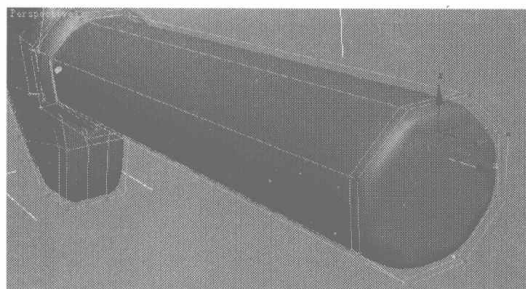
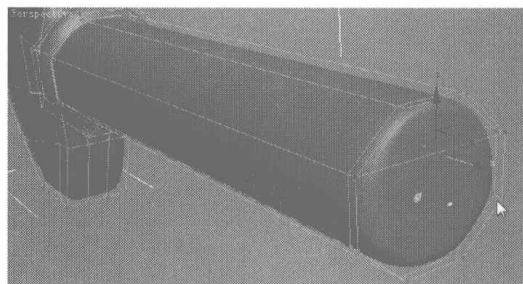
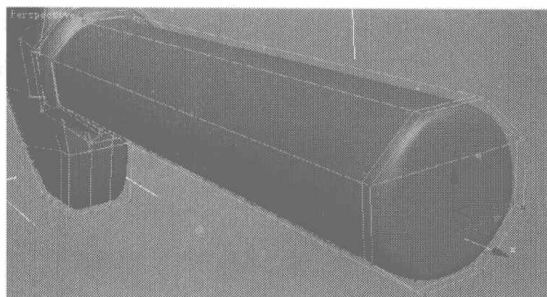
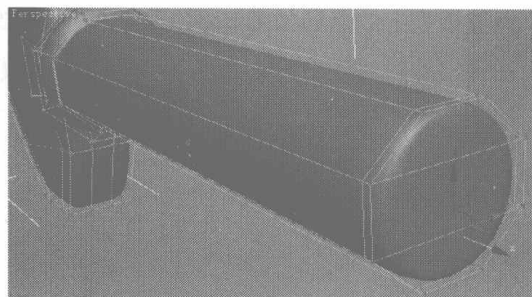

图 5.359
图 5.360
图 5.361
图 5.362
- 08** 选择如图 5.359 所示的点，单击 **Connect** 按钮，连接所选择的曲线，如图 5.360 所示。选择如图 5.361 所示的点，单击 **Connect** 按钮，连接所选择的曲线，如图 5.362 所示。